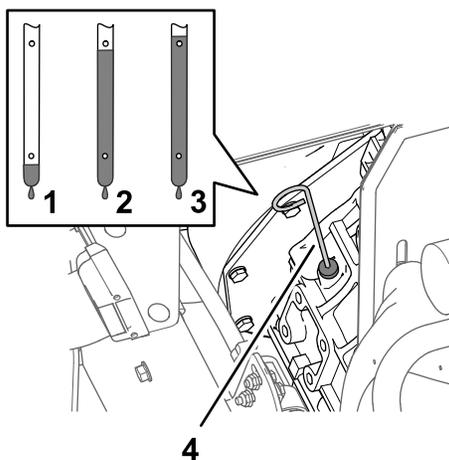

Figura 73
6. Retire la varilla y compruebe el nivel de aceite del motor (Figura 73).
7. Añada lentamente más aceite del tipo especificado para que el nivel llegue a la marca Lleno de la varilla (Figura 73).